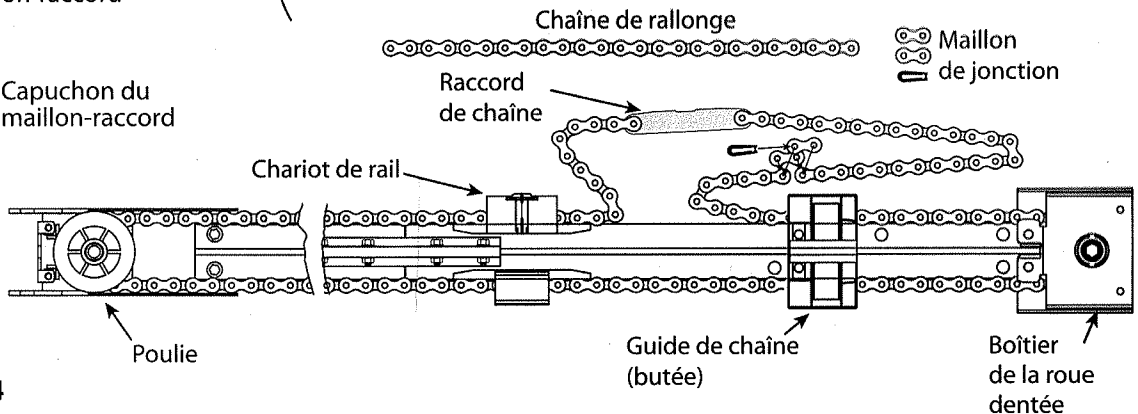

Fig. 4
2. Positionnez le raccord de la chaîne entre le chariot de rail et le guide de chaîne, see Fig. 4, y cadena de la desconexión a partir de un extremo de la bala. See Fig. 1